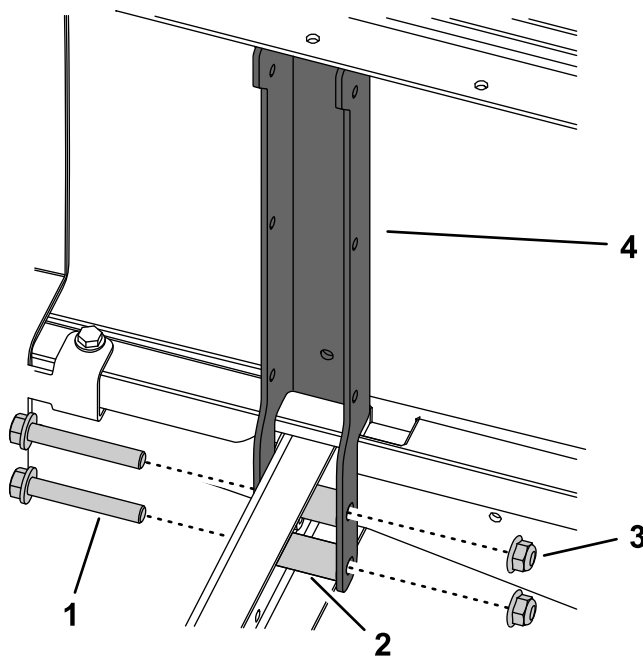

Figura 5
6. Retire os dois parafusos (3/8 x 2½ pol.), duas porcas (3/8 pol.) e dois espaçadores de ambos os canais de suporte do banco traseiro (Figura 5). Retire os canais.